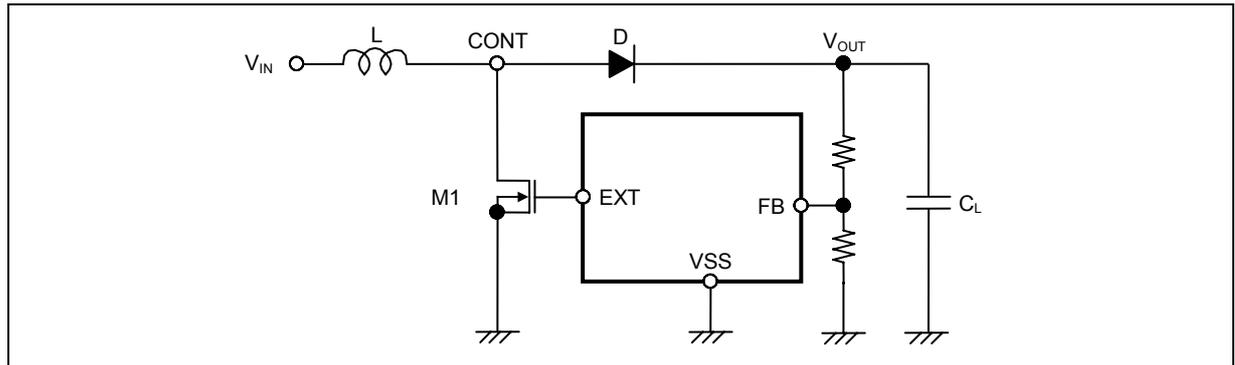

图 9 升压型 DC/DC 控制器的基本方式电路
以下表示升压型 DC/DC 控制器的基本方式(1) ~ (7) (参照图 9)。